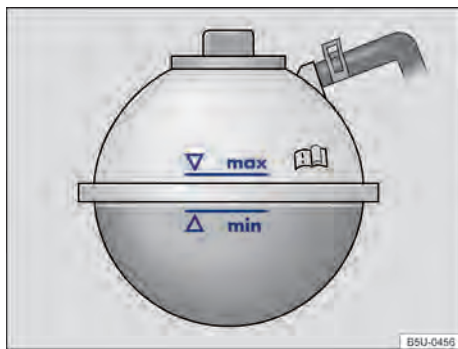

Fig. 156 En el compartimento del motor: marca en el depósito de expansión del líquido refrigerante del motor. ▶
- Con el motor frío, comprobar el nivel del líquido refrigerante del motor por la marca lateral del depósito → fig. 156.
- El nivel del líquido refrigerante del motor debe permanecer dentro de la marca del depósito → fig. 156. **¡No completar por encima de la marca "máx"!** → Ⓞ!
- Completar con líquido refrigerante del motor solamente hasta la marca "máx" → fig. 156. De lo contrario, al calentarse, el líquido excedente sería expulsado del sistema de refrigeración del motor y podrá causar daños.